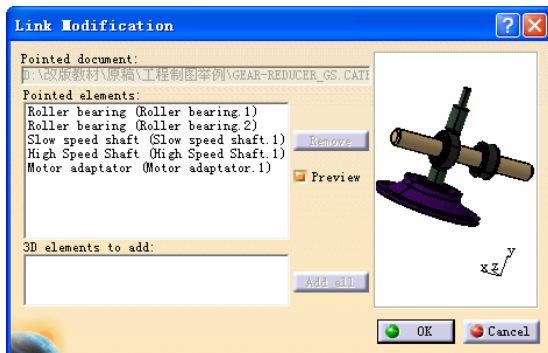

图 6-278
- » 步骤07 选中 Preview (预览) 复选框, 根据所选查看 3D 产品的外观, 如图 6-278 所示。